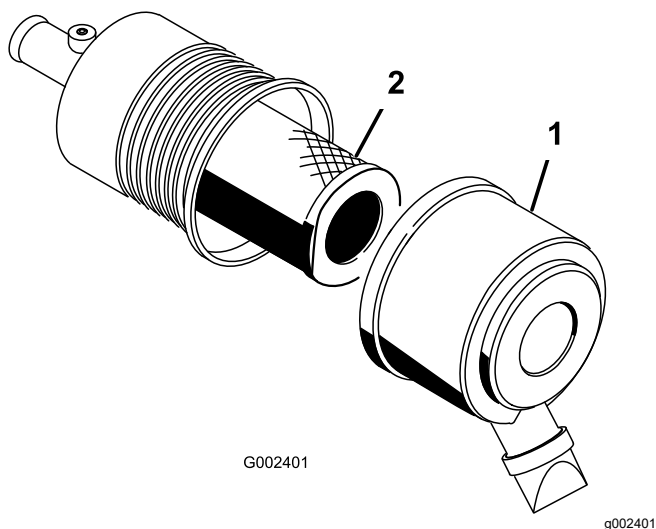

Figura 97
1. Abra los cierres del limpiador de aire y tire de la tapa del limpiador de aire para separarla de la carcasa del limpiador de aire (Figura 97).
3. Extraiga con cuidado el filtro de la carcasa del limpiador de aire (Figura 97).
5. Introduzca el filtro con cuidado sobre el tubo de la carcasa (Figura 97).
6. Instale la tapa del limpiador de aire con el lado hacia arriba, y fije los cierres (Figura 97).